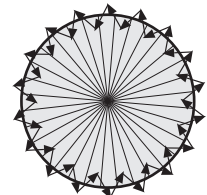

FIG. 18
- 4.4.1.4 Camine desde la parte exterior a lo largo de la pauta de detección hasta que se encienda el LED rojo o verde durante 2 segundos aproximadamente y se apague después. La siguiente activación debería ser un intervalo de 2 segundos (ver FIG. 18).
- 4.4.2.5 Camine desde la parte exterior a lo largo de la pauta de detección hasta que se encienda la carga durante 2 segundos aproximadamente y se apague luego. La siguiente activación debería ser un intervalo de 2 segundos (ver FIG. 18).